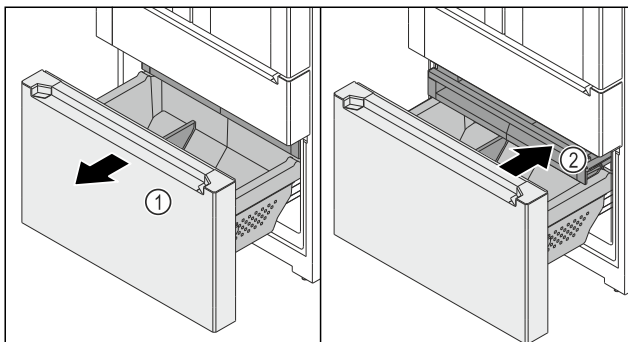

Fig. 152
- Auszugswagen *Fig. 152 (1)* bis zum Anschlag herausziehen.
- Schubfach *Fig. 152 (2)* ist automatisch herausgezogen.
- Schubfach *Fig. 152 (2)* einschieben.